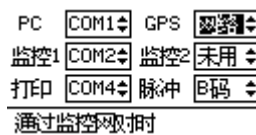

图 11-13 通信端口子菜单示例
(2) 通信端口：主要完成：“监控”端口选择；“PC”调试端口选择；“GPS”端口配置及“打印口”的设置，确定各功能通过什么端口实现，示例如图 11-13 所示界面。